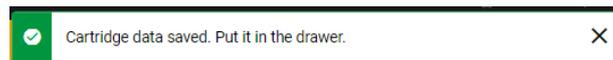

Figura 18. Finestra di dialogo cartuccia salvata.
- Dopo aver inserito correttamente i dati, viene brevemente visualizzato il seguente messaggio nella parte superiore dello schermo (Figura 18).